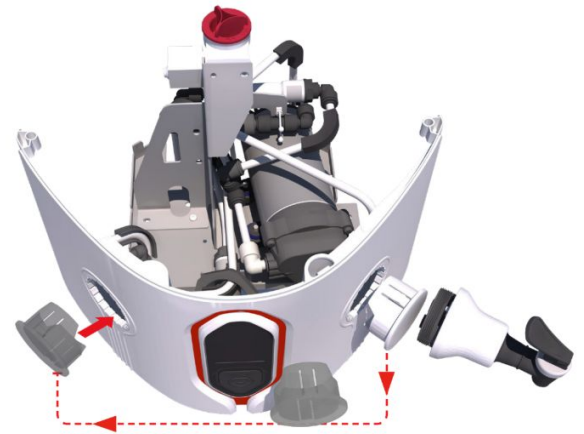

Fig. 5
1. MUEVA el grifo dispensador del lado IZQUIERDO a su nueva ubicación de dispensación en el lado DERECHO. RETIRE la tapa ciega blanca TIRANDO con firmeza para soltar los clips. (Fig. 5)
2. MUEVA e INSERTE la tapa ciega blanca en el orificio del grifo dispensador IZQUIERDO. EMPUJE con firmeza para fijarla en su sitio. (Fig. 5)